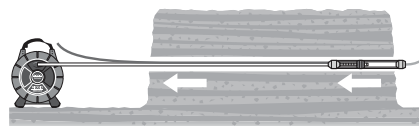

Figure 14 – Raccordement d'un réseau au système d'inspection CROSSCHEK
8. Lorsque le matériel d'inspection ressort de l'autre extrémité du forage, déconnectez le flexible d'air comprimé. Si nécessaire, raccordez le câble ou tuyau du futur réseau au système d'inspection CROSSCHEK à l'aide des adaptateurs appropriés (Figure 14). Ne jamais vriller le CROSSCHEK ou son câble d'avancement lors de ce raccordement.